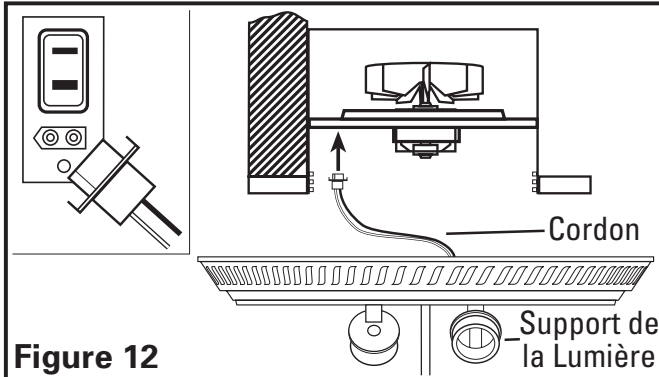

Figure 12
3. Connecter le cordon des socles de lampe dans le réceptacle approprié (**Figure 12**).